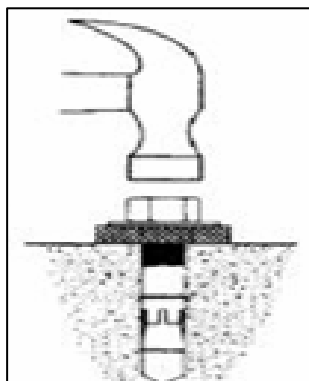

Рис.17
- Используя лёгкий молоток, установить анкерные болты в просверленные отверстия. (рис. 17)